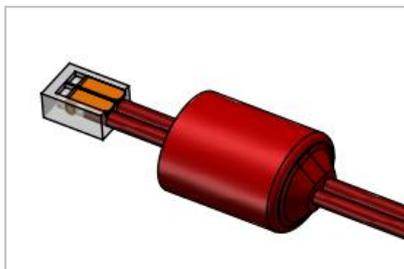

图 2.2
3. 将接线端子安装在两高压线上，并扣合紧固件如图 2.2。